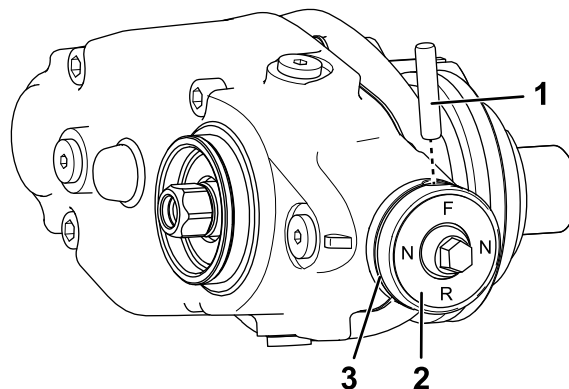

Figura 17
- A. Retire o anel de retenção do manípulo da embraiagem (Figura 17).
- B. Retire a cavilha de segurança que fixa o manípulo da embraiagem do eixo do acionador (Figura 17).
- D. Monte o manípulo da embraiagem no eixo do acionador com a cavilha de segurança (Figura 17).